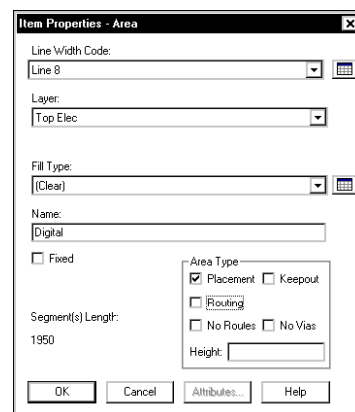

Рис. 9. Присвоение имени области размещения.
10. В появившемся диалоговом окне Item Properties – Area (рис. 9) в поле Name вместо имени по умолчанию введем имя Digital, после чего нажмем кнопку OK.